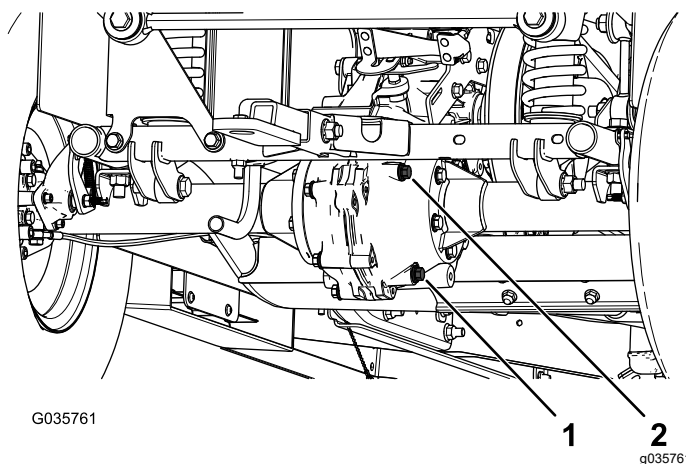

Figura 58
4. Retire el tapón de llenado del transeje (Figura 58).
5. Si el nivel de fluido es bajo, retire el tapón de llenado y añada el fluido especificado hasta que salga del orificio (Figura 58).
1. Coloque un recipiente debajo del tapón de vaciado (Figura 58).
2. Retire el tapón de llenado y la junta (Figura 58).
3. Retire el tapón de vaciado y la junta y deje que el fluido se drene completamente (Figura 58).